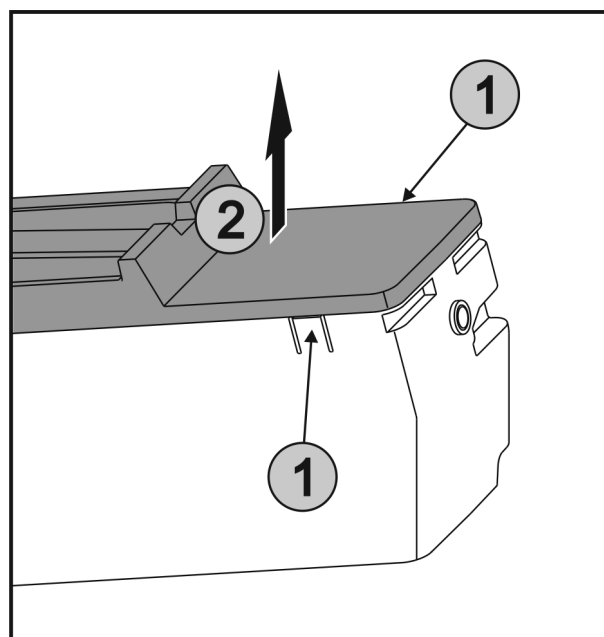

Fig. 48
- ▶ Istočasno pritisnite spono Fig. 48 (1) na obeh straneh EasyTwist-Ice in dvignite pokrov Fig. 48 (2) v smeri navzgor.